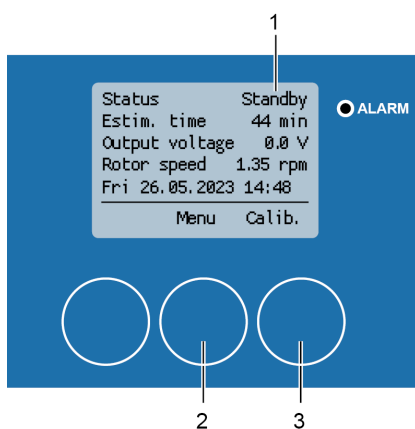
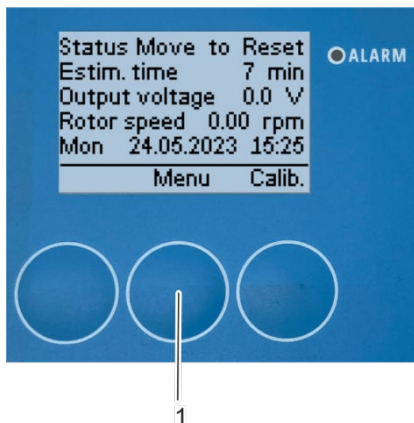

Abbildung 119: Kalibrierung abgebrochen
Abbildung 120: Öffnen des Hauptmenü
1. Drücken Sie [Menü] (Abbildung 119/1), um das Menü „1 Hauptmenü“ (Abbildung 120) zu öffnen.
⇒ Auf dem Display erscheint das Menü „1 Hauptmenü“ (Abbildung 120).
2. Wählen Sie das Untermenü „Einstellungen“ und bestätigen Sie mit [OK] (Abbildung 120/1).